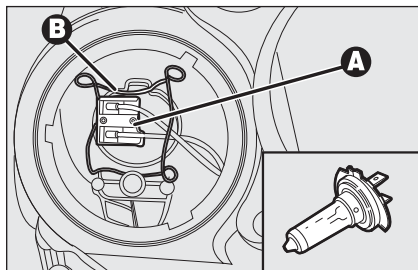

fig. 26
- débrancher le connecteur électrique **A-fig. 26**;
- remonter la nouvelle ampoule puis raccrocher le ressort de retenue de l'ampoule **B-fig. 26**;